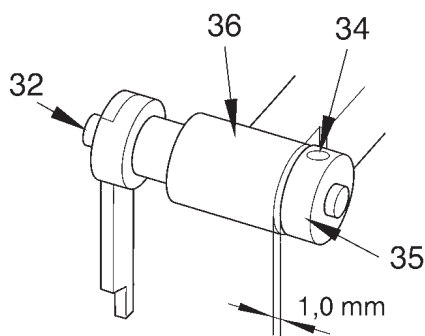

Рис. 50
- Ослабьте винт 34 установочного кольца 35 (рис. 50).